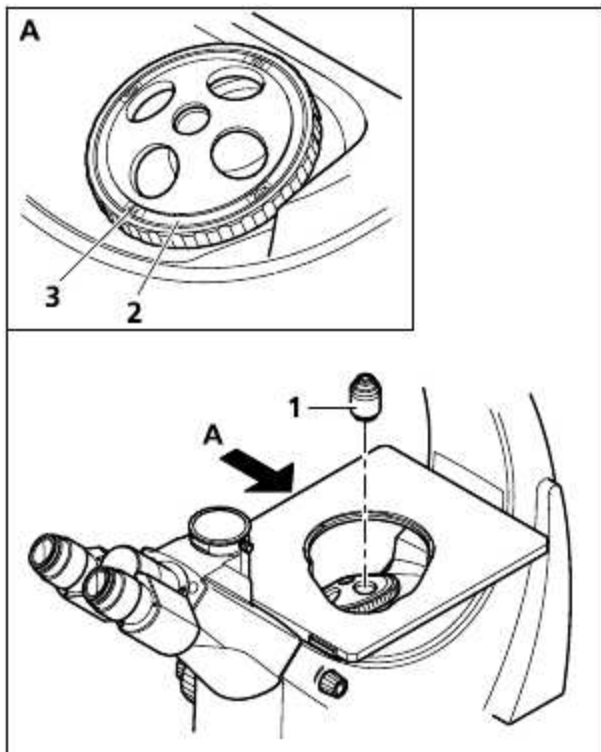

Fig.3 安装物镜
- 从物镜转盘上将防尘盖取下 (Fig. 3/2).
- 从上往下将物镜(Fig. 3/1)安装至物镜转盘中.拧紧
- 安装标签 (Fig. 3/3),以指示当前物镜转盘的物镜的放大倍数